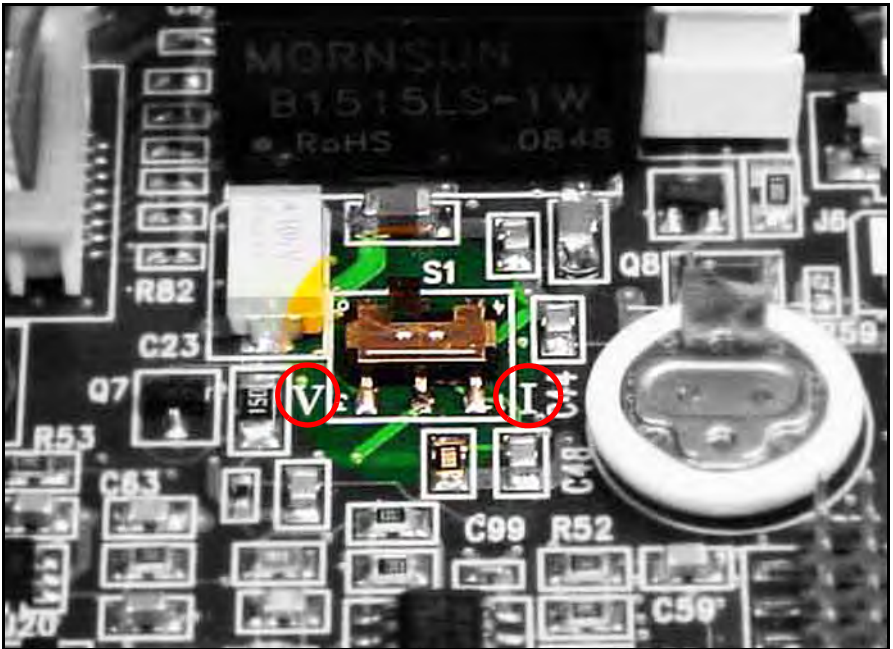

Abbildung 8: Schalter S1 auf der Hauptplatine
Führen Sie die folgenden Schritte aus, um den Schalter **S1** (siehe *Abbildung 8 auf Seite 7*) zu überprüfen oder zurückzusetzen:
6. Lokalisieren Sie den Schalter **S1** (siehe markierten Bereich in *Abbildung 8* unten).